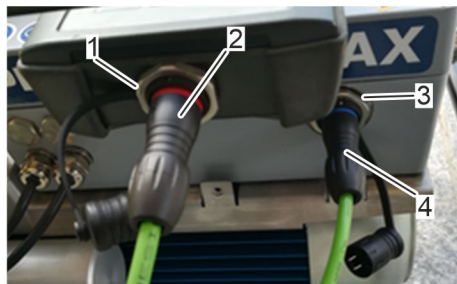

Fig. 40: Collegamento del cavo di adattamento
1. ➤ Collegare il connettore rosso del cavo di adattamento (Fig. 40/2) all'unità di comando (UC) (Fig. 40/1).
2. ➤ Inserire la spina blu del cavo di adattamento (Fig. 40/3) nell'interfaccia di documentazione e assistenza del gruppo idraulico (Fig. 40/4).
- ⇒ L'unità di comando (UC) viene alimentata con energia elettrica.
12.5 Messa in funzione dell'unità di comando (UC)